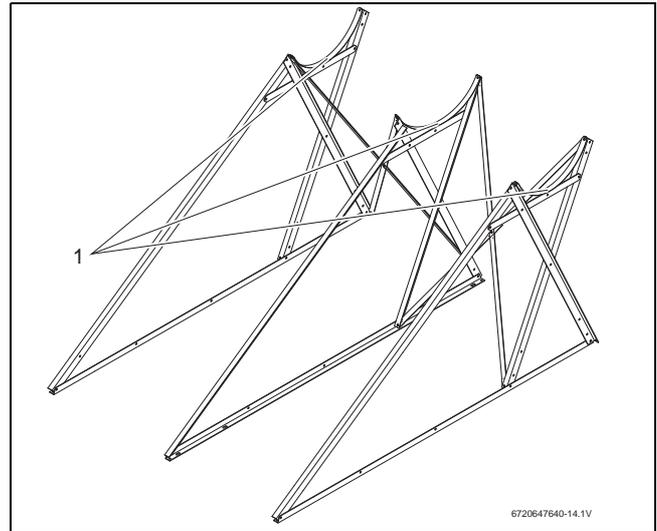

Fig. 22 Fixar as fitas de apoio do acumulador
- ▶ Fixar as fitas de apoio do acumulador (Fig. 22, [1]) entre ambos os perfis de apoio do acumulador. Ter em atenção que a cabeça achatada do parafuso aponta na direção do acumulador de água quente a ser montado posteriormente.